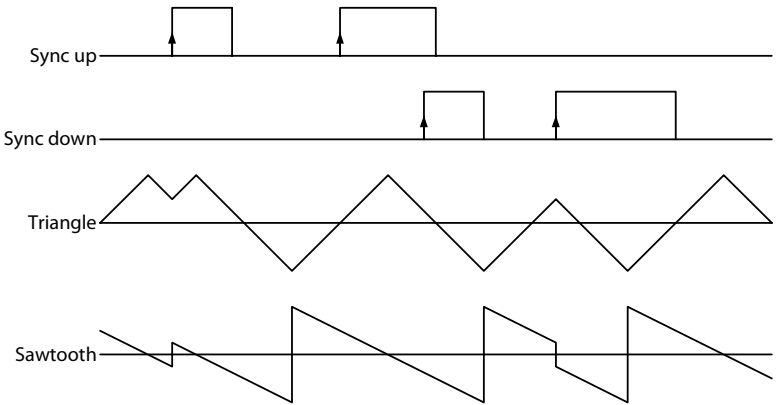

Abb. 6a Synchronisation Up und Down
**Sync Up/Down**-Buchsen: Abb. 6a zeigt, dass "Up" und "Down" nur den Signalverlauf ändern, wenn die jeweilige Auslösung gerade dann stattfindet, wenn das Dreiecksignal den zur geforderten Sync-Richtung entgegengesetzten Verlauf hat. Wenn also z.B. "Up" ausgelöst wird, während das Dreieck sowieso gerade im Steigen begriffen ist, wird auch nix weiteres passieren als dass es weiter steigt.